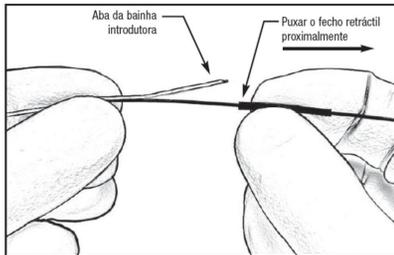

Figura 3 – Puxar o fecho retrátil proximalmente
- Mantenha o dispositivo imediatamente distal ao fecho retrátil e puxe o fecho proximalmente para expor a aba destacável na bainha introdutora. Consulte a Figura 3.